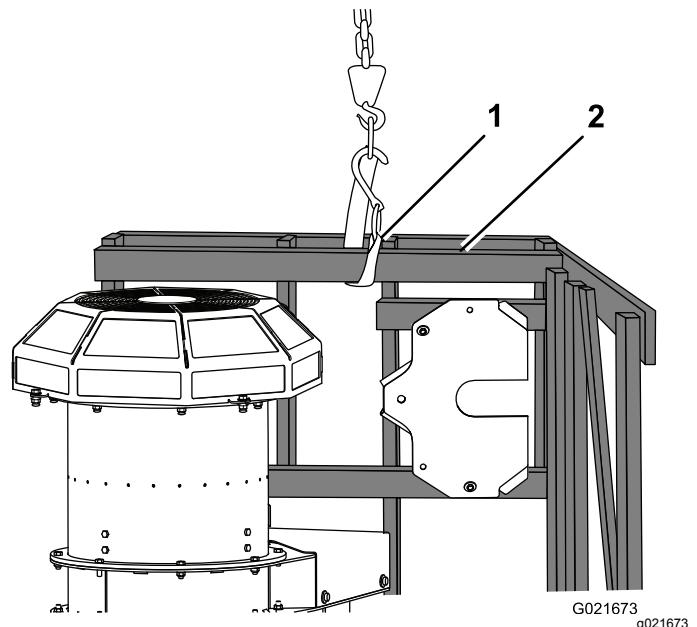

Figura 4
4. Sujete una correa al extremo superior del palet y eleve el palet hasta que la caja y el soplador estén en posición vertical (Figura 4).